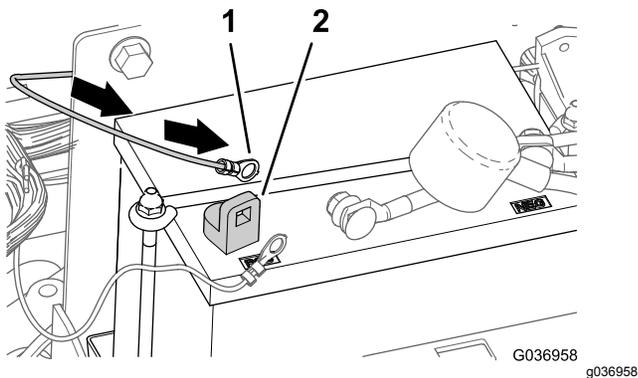

Figura 10
2. Encaminhe a cablagem com o terminal de anel para o borne positivo da bateria (Figura 10).